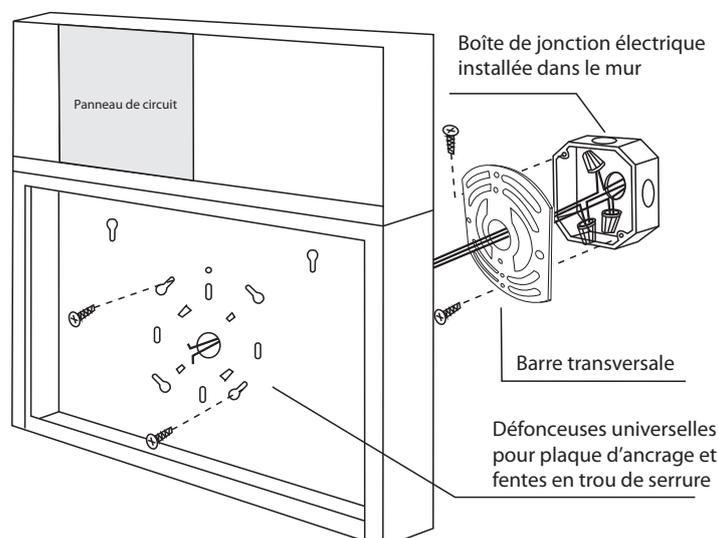

Fig.3
- 5.1.9. Défoncer et retirer les chevrons / flèches de direction de la façade du panneau (Fig. 3).